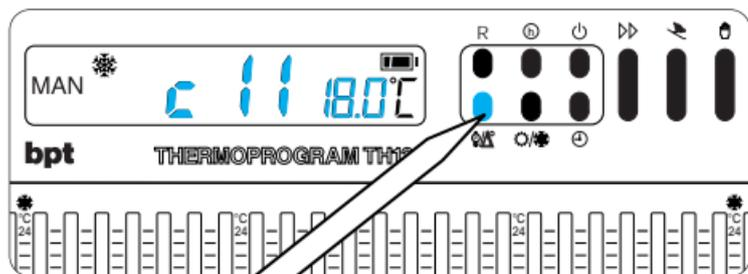

Fig. 36
11.1 - Premere il pulsante **h/Δ** (fig. 36).